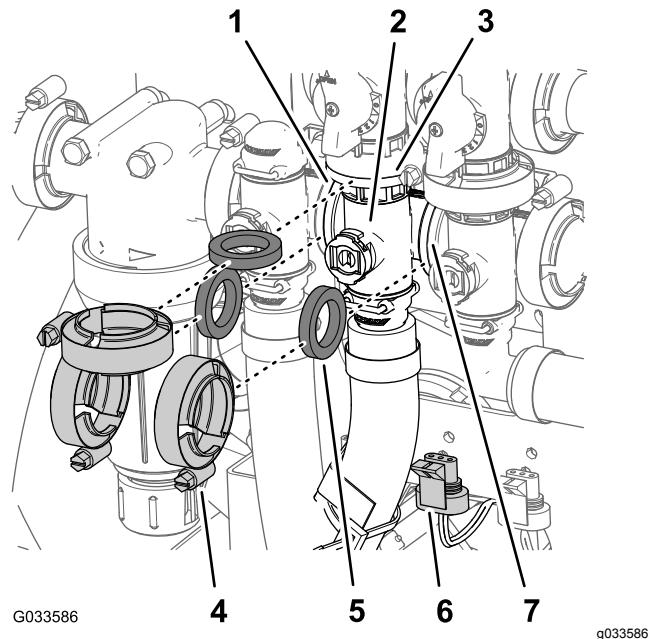

Figure 112
1. Déposez les 2 colliers à bride et les 3 joints qui fixent le collecteur de la vanne d'agitation (Figure 112) à la vanne de dérivation d'agitation, au régulateur de débit et à la vanne maîtresse des rampes.